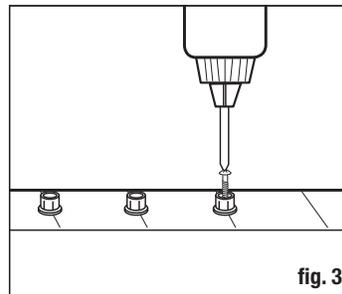
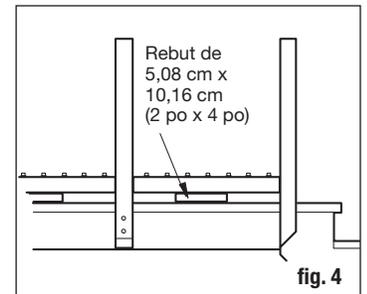
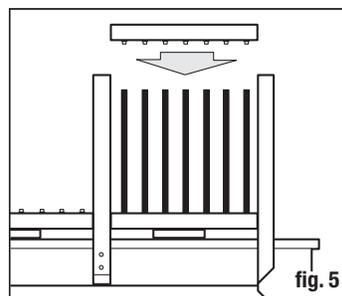
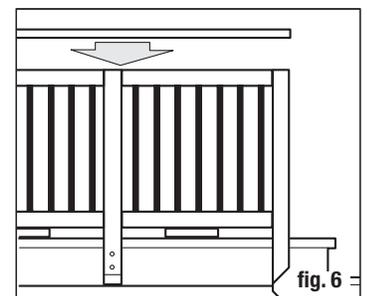

fig. 3
fig. 4
fig. 5
fig. 6
**Étape 3:** Au moyen d'une perceuse-visseuse, vissez les raccords de balustre sur chaque emplacement marqué au moyen des vis fournies (Fig. 3). Appliquez du mastic à la silicone sur chaque raccord pour empêcher les balustres de tourner ou de s'entrechoquer une fois que l'installation est terminée. Le mastic doit être à l'extérieur du raccord, là où le balustre entrera en contact avec le bord extérieur du raccord. *Remarque: Certains types particuliers de bois d'œuvre traité sont connus pour corroder l'aluminium. Les raccords de balustre fournissent une barrière entre les balustres en aluminium et le bois d'œuvre traité pour assurer un rendement à long terme.*
**Étape 4:** Placez la traverse inférieure entre les poteaux de garde-corps, soutenue par un bloc de 7,62 cm (3 po) (les chutes de 5,08x10,16 cm [2x4 po] sont idéales) (Fig. 4). Fixez solidement la traverse aux poteaux au moyen des raccords de traverse et faites glisser les balustres par-dessus les raccords inférieurs. Placez soigneusement la traverse supérieure sur les balustres; travailler d'un bout à l'autre en s'assurant que chaque balustre est bien en place sur chaque connecteur (fig. 5).
**Étape 5:** Inspectez le garde-corps fini pour vérifier l'espacement correct des balustres et fixez solidement la traverse supérieure. Ajoutez un couvre-main-courante pour une apparence finie (Fig. 6).
**Étape 3:** Positionnez correctement les raccords sur les traverses. Les raccords supérieur et inférieur feront face aux directions opposées (Fig. 3). Vissez les raccords en place. Pour positionner correctement les raccords, commencez par visser verticalement jusqu'à ce que la vis pénètre dans le bois (Fig. 4). Réorientez la vis suivant l'angle correct et serrez. Ne serrez pas trop, ceci pourrait décentrer le raccord.
**Étape 4:** Assurez-vous que les raccords sont correctement alignés, appliquez du mastic à la silicone sur chaque raccord et assemblez les traverses supérieure et inférieure avec les balustres (Fig. 5). Puis, attachez l'entière section de traverse entre les poteaux de garde-corps d'escalier (Fig. 6). Pour les sections de rampe d'escalier de plus de 4 pi, des blocs de support sont requis. Ceux-ci peuvent être fabriqués à partir de matériaux de rail 2x4 restants. Positionnez correctement le bloc de support et clouez-le au rail inférieur et à la planche de terrasse.